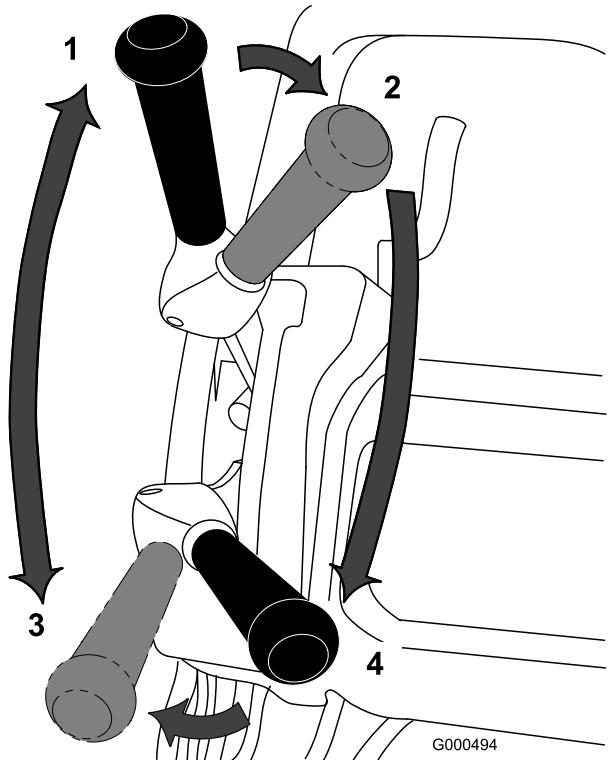

Bild 27
3. Schieben Sie den Fahrantriebshebel in die Stellung „Aktiviert“ (Engaged), geben Sie so viel Gas, bis der Rasenmäher die gewünschte Geschwindigkeit erreicht hat. Fahren Sie den Rasenmäher auf die Grünfläche, lassen Sie den Rasenmäher vorne ab und beginnen Sie mit dem Mähen (Bild 27).
1. Lassen Sie den Motor an, stellen den Gasbedienungshebel auf verringerte Geschwindigkeit, drücken Sie den Griff nach unten, um die Schneideeinheit anzuheben, aktivieren Sie die elektronische Sicherheit, schieben Sie den Fahrantriebshebel in die Stellung „Eingekuppelt“ und transportieren Sie den Rasenmäher an eine Ecke der Rasenfläche (Bild 27).
2. Schieben Sie den Fahrantriebshebel auf die Stellung „Deaktiviert“ und kuppeln Sie den Spindelantriebshebel ein (Bild 27).